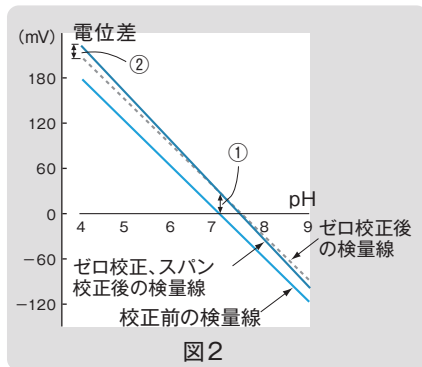

図 2
pH 電極の起電力特性は本誌 2000 年 8 月号「計装豆知識 図 2」に示しましたが、実際の電極は個々にゼロ点、感度ともにばらつきがあるため、測定に先立って標準液による校正が必要になります。また、定置型の pH 計では、pH 電極が長期間試料水に浸されるため、電極に特性劣化が生じます。これを補正するためにも、定期的な標準液校正が必要になります。校正に使用する
液を選択してゼロ調整とスパン調整を行います。普通は、中性リン酸塩 pH 標準液 (6.86 pH at 25°C) でゼロ調整を行い (図 2 ①)、測定値に近い他の標準液を用いてスパン調整を行います (図 2 ②)。
(2) 電極の洗浄